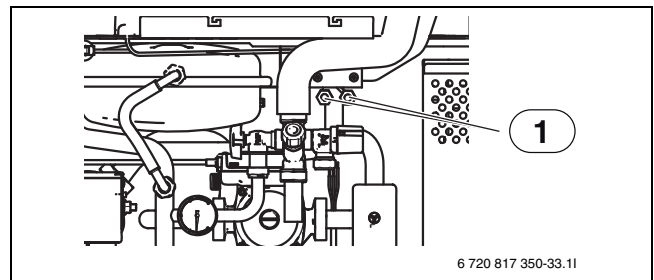

Bild 9
- ▶ Kontrollera att radiatorerna är ordentligt luftade, stäng av anläggningen med säkerhetsströmbrytaren vid avluftning. Avlufta värmepumpen med hjälp av avluftningsnippelarna i spillvattenkoppen (→ Bild 9). Öppna nippelarna ett par varv tills det kommer vatten och ingen luft bubblar under 15 sekunder, stäng dem sedan. Kontrollera manometern under avluftningen, trycket får inte gå under 1 bar. Faller trycket under 1 bar så behöver värmesystemet fyllas på. När värmesystemet är avluftat och värmepumpen ska spänningssättas igen, se först till att trycket står på den röda visaren på manometern (som installatören normalt ställt in), eller minst 1 bar.